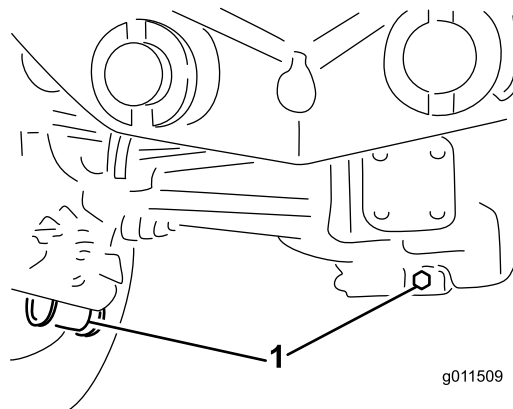

Bild 107
2. Reinigen Sie den Bereich um die drei Ablassschrauben, d. h. jeweils eine an beiden Enden und eine in der Mitte (**Bild 107**).